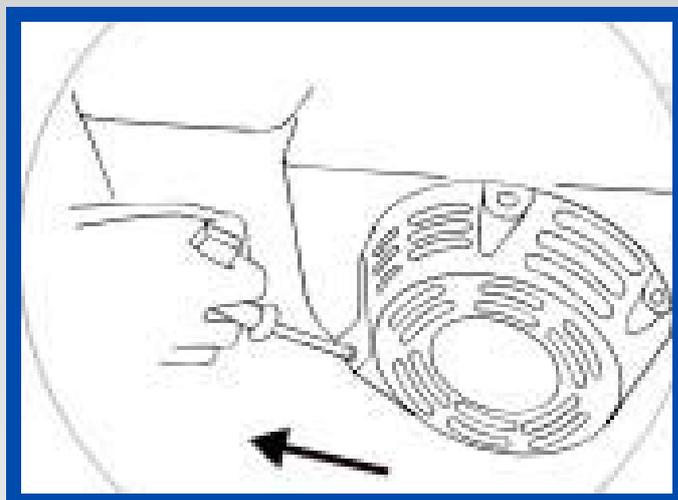

Figura 16 – Posicionamento para início de partida do motor.
2. Segure o manípulo de partida e puxe levemente até sentir resistência e então puxe firmemente e rapidamente (Figura 16);